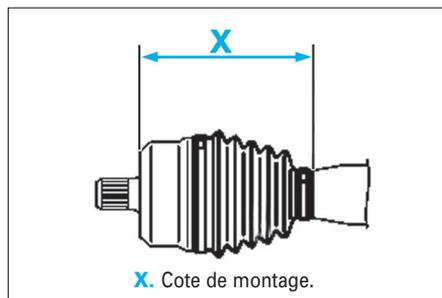

FIG. 1
### Cote de montage des soufflets (mm) (Fig.1)
- Découper le soufflet (3).
- Déposer le joint homocinétique (4) sur le croisillon (5) de l'arbre (6) à l'aide d'un mandrin approprié.
- Déposer le circlip (7) et le remplacer.
- Mettre en place le collier (1) et le soufflet (3).
- Remplir de graisse le joint homocinétique (4) jusqu'au bord supérieur du croisillon.
- Monter le joint homocinétique (4) sur l'arbre (6)
- Remplir le soufflet (3) et le joint homocinétique (4) avec la graisse restante.
- Monter le soufflet (3) sur le joint homocinétique (4), l'ajuster et le fixer avec les colliers de serrage (1) et (2).
Respecter la cote de montage (X) pour ajuster le soufflet (Fig.1)